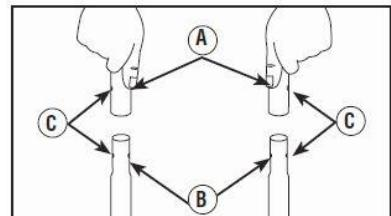

Fig. 1
- Coloque el asa (A) sobre los soportes del mismo (B) que ya están adheridos a la unidad principal. Asegúrese de que los orificios (C) en el asa estén alineados con los orificios (C) en los soportes del mismo asa. (See Fig. 1)